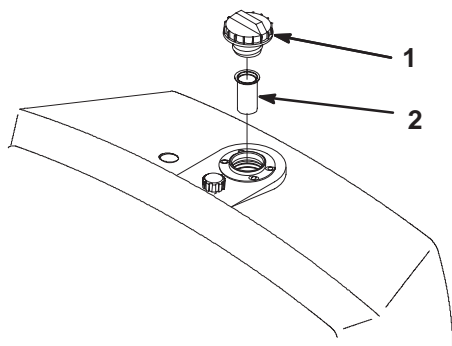

Figure 21
2. Sortez le bouchon du réservoir et vérifiez le niveau d'huile. L'huile doit arriver au bas de la crépine dans le goulot de remplissage (Fig. 21).